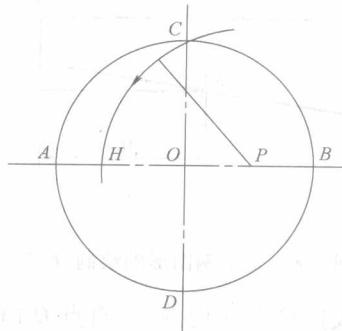
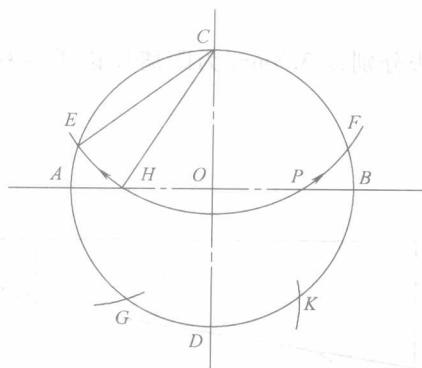

图 1-4 五角星图形的绘制（二）
图 1-5 五角星图形的绘制（三）
- (4) 作五等分点 以 P 为圆心，PC 长为半径画弧交直径 AB 于点 H（图 1-4）。以 CH 为弦长，自 C 点起在圆周上对称截取，得等分点 E、F、G、K，如图 1-5 所示。